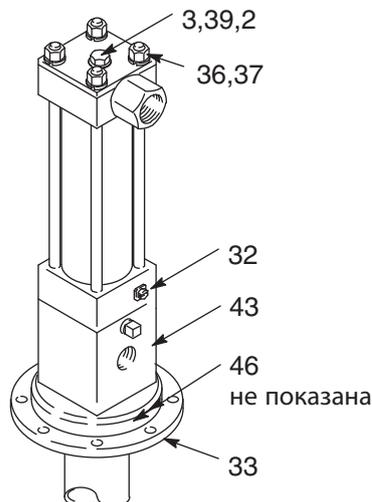

Рис. 7
1. Зажмите переходник (43) в тисках. Извлеките из основания (33) четыре винта с головкой под ключ (46). Снимите нижнюю крышку (32) с переходника. См. Рис. 7. В случае необходимости произведите замену уплотнений, как описано в разделе Ремонт на стр. 12.
2. Открутите винт с головкой под ключ (3), гайки (36) и удалите стопорные шайбы (37), расположенные в верхней части поршневого компрессора. (Рис. 7)
4. Удалите винт с головкой под ключ (3), гайки (36) и стопорные шайбы (37), расположенные в верхней части поршневого компрессора. См. Рис. 7.